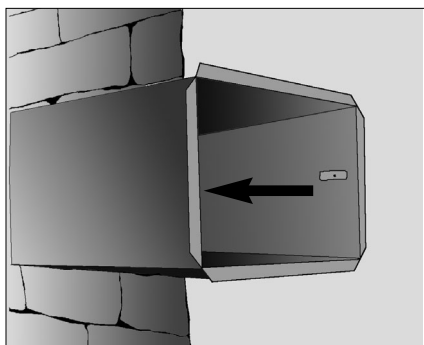

Fig.8
- Engager ensuite la gaine d'évacuation de fumée (emboîtement de 25 mm mini), recouper cette gaine si nécessaire (fig. 8).